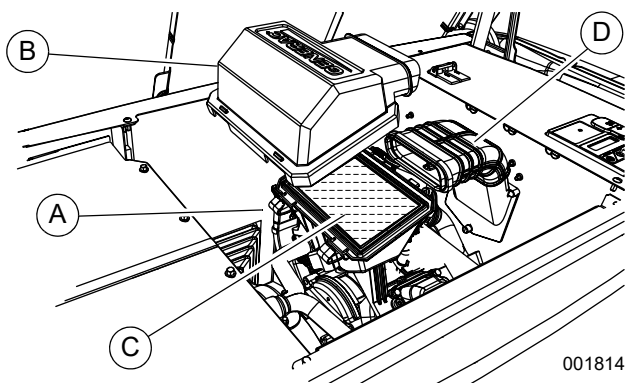

Figura 4-2. Mantenimiento del filtro de aire
2. Consulte la Figura 4-2. Quite el clip de la cubierta (A) y la cubierta del purificador de aire (B).